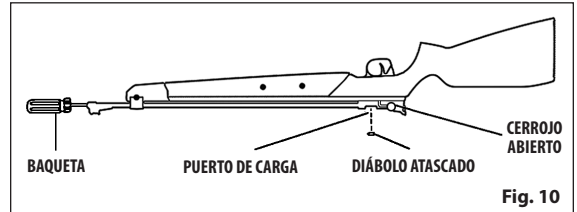

Fig. 10
- a. Ponga una gota de aceite 0241 Pellgun oil de Crosman (disponible en crosman.com) en los pernos de la bisagra de la bomba y la taza de la bomba en el mecanismo de ésta. (Fig. 10)